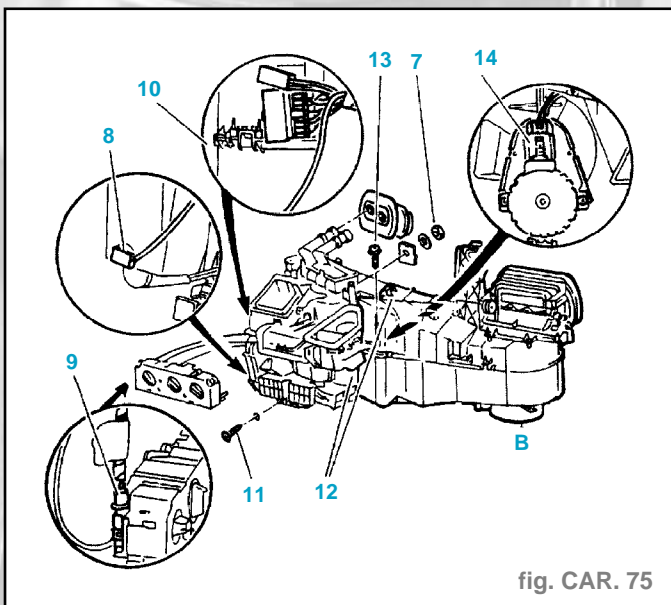

fig. CAR. 75
- Déposer la fixation (1) (fig. CAR. 75).